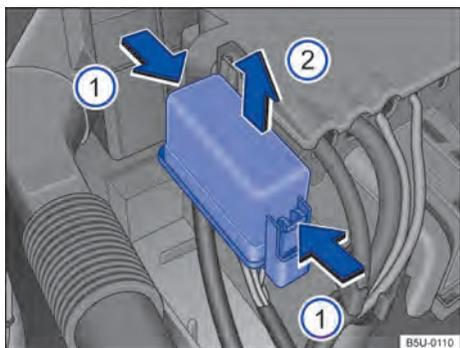

Fig. 145 En el compartimiento del motor: cobertura de la caja de fusibles.
- Presionar las trabas en el sentido de la flecha → fig. 145 ⓘ, para desbloquear la cubierta de la caja de fusibles.